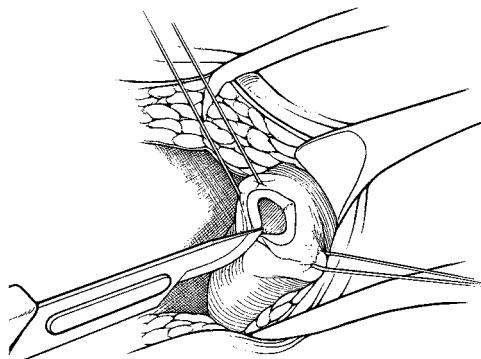

Figura 4-4. Realización de una corporotomía
6. Realice una incisión en uno de los cuerpos cavernosos (**Figura 4-4**).